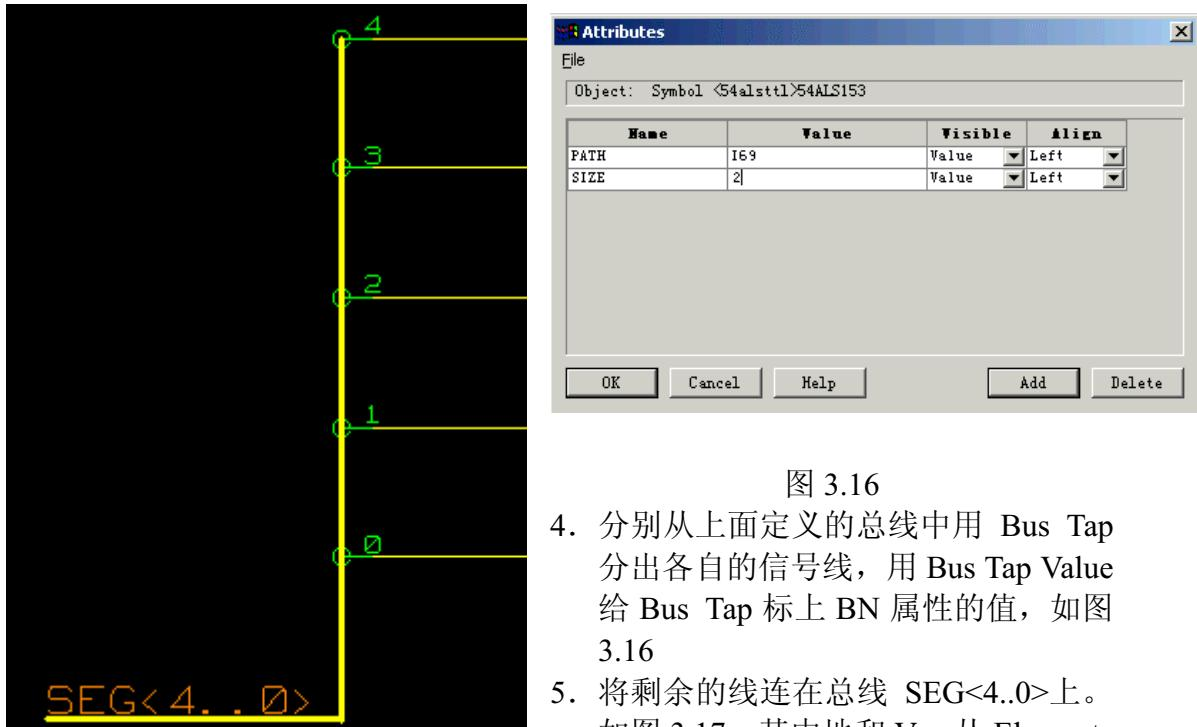

图 3.15
2. 再用 wire->Bus Tap 从总线中分出 5 条信号线，用 Wire->Bus Tap Value 分别给 5 条信号线加上位号 (BN)，也可用 Text->change 分别将“?”改成位号。如图 3.15 所示：